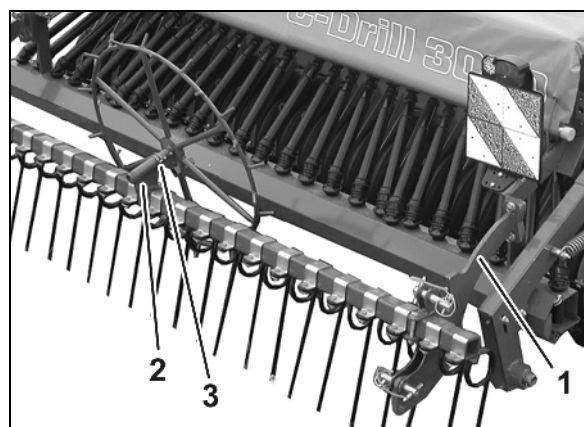

Fig. 21
10. Monter harv med holder (Fig. 21/1) på **C-Drill**.
11. Monter holder for sporhjul (Fig. 21/2) på harvlisten.
Stikk inn sporhjulet, og sikre med en splint (Fig. 21/3).
Påmontering av harv, se Fig. 21.